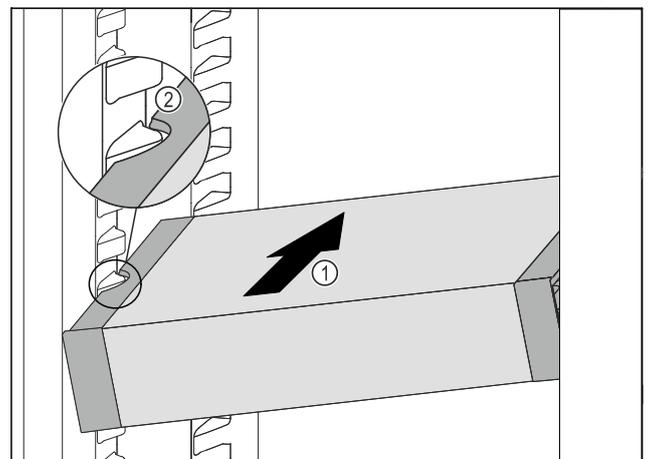

Fig. 88
- Вкарайте VarioSafe под ъгъл в хладилната част Fig. 88 (1), докато страничните прорези Fig. 88 (2) на VarioSafe се намират на височината на реброто на съда в хладилната част.